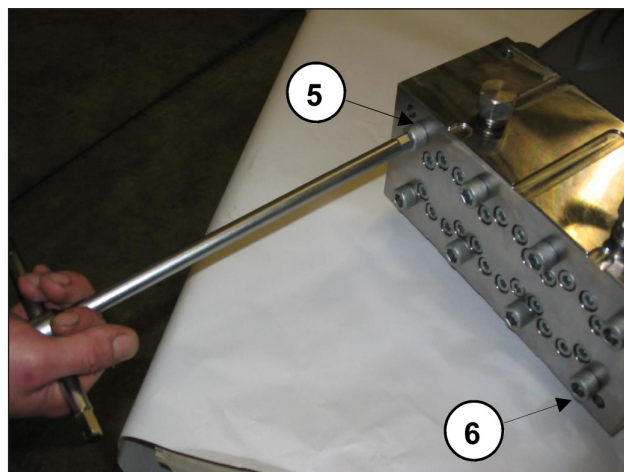
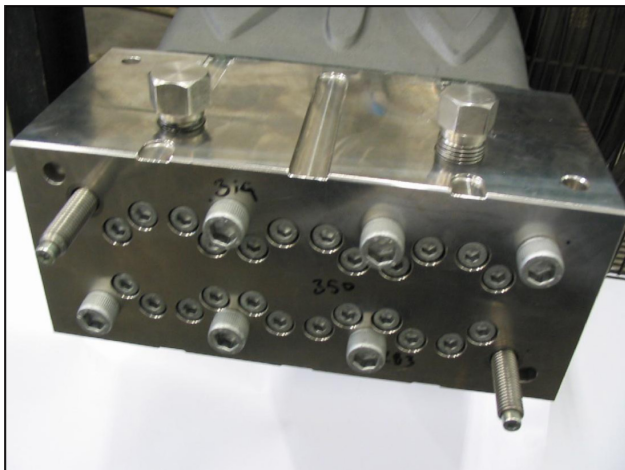

Abb. 17
Abb. 18
- Lösen Sie die Befestigungsschrauben des Kopfs M12x260 Pos. 5 und Pos. 6 wie in Abb. 17 gezeigt und ersetzen Sie diese durch zwei Wartungsschrauben - Stifte (Art. 27508200) gemäß Abb. 18 ein. Nehmen Sie dann die übrigen Schrauben ab.